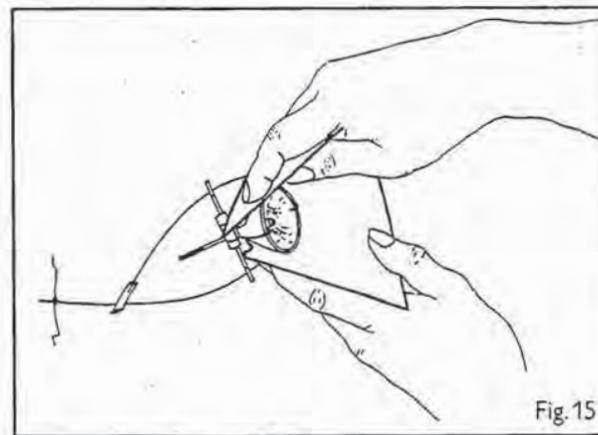

Fig.15
1. Posizionate la lampada davanti a voi in modo da guardare nell'apertura del riflettore. Avvolgete il riflettore con lo schermo in modo da dargli la forma di un imbuto. Inserite la linguetta all'estremità dello schermo nell'apposita fessura (fig. 15). Assicuratevi che le linguette sullo schermo siano rivolte verso una delle astine.